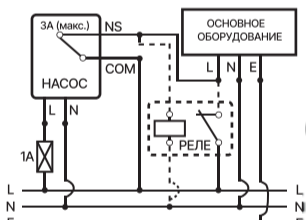

Рис. 2
- Аварийная схема. Для того, чтобы предотвратить ущерб из-за протечек в случае выхода дренажного насоса из строя, настоятельно рекомендуется подключение аварийной схемы. Коммутационная способность контактов аварийной схемы 3А/240В. Если в вашем случае этого недостаточно, используйте дополнительное реле (см. рис. 2).